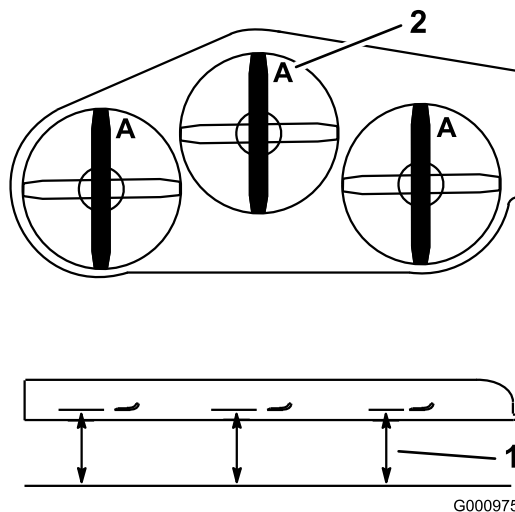

Figura 80
3. Gire las cuchillas hasta que los extremos estén orientados hacia adelante y hacia atrás (Figura 80). Mida desde una superficie nivelada hasta el filo de corte, posición A, de las cuchillas (Figura 80). Anote esta dimensión.